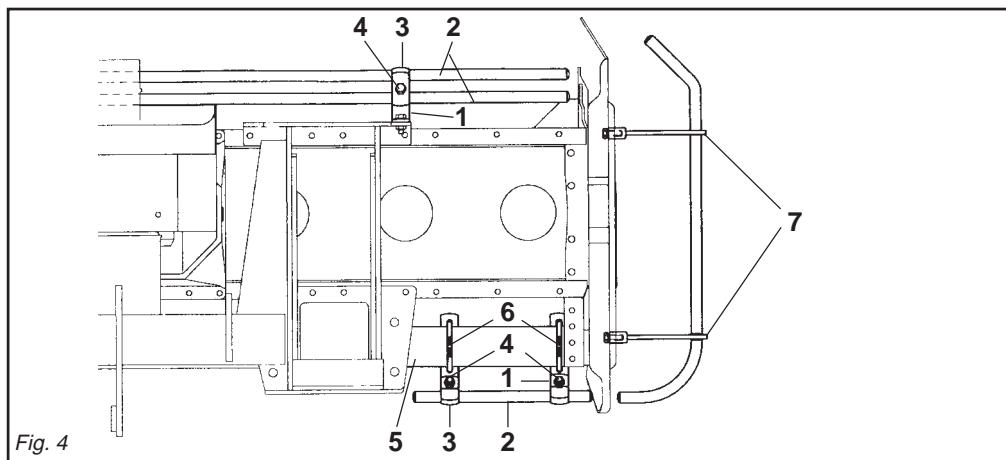

Fig. 4
- Il gruppo delle protezioni, composto dall'attacco (1 Fig. 4) che fa da fermo per i tubi (2 Fig. 4) bloccati dalla staffa (3 Fig. 4) e dalle viti (4 Fig. 4), è fissato al tubo quadro anteriore (5 Fig. 4) mediante i cavallotti (6 Fig. 4), e va posizionato uno a destra e uno a sinistra il più esternamente possibili.
- *The protection unit, consisting of the coupling (1 Fig. 4) that acts as a clamp for the pipes (2 Fig. 4) locked by the bracket (3 Fig. 4) and by the screws (4 Fig. 4), is fixed to the square front pipe (5 Fig. 4) by the U-bolts (6 Fig. 4) and should be positioned as far outwards as possible, one on the right and the other on the left.*
- Die Gruppe der Schutzvorrichtungen, die sich aus dem Anschluß (1 Abb. 4), der zur Arretierung für die Rohre (2 Abb. 4) dient, die durch den Bügel (3 Abb. 4) blockiert werden, und den Schrauben (4 Abb. 4) zusammensetzt, wird am vorderen Vierkantrohr (5 Abb. 4) mit den U-Bolzen (6 Abb. 4) befestigt. Eine davon ist rechts und eine links, so weit wie möglich außen anzubringen.
- *Le groupe des protections, comprenant l'attelage (1 Fig. 4) qui sert de butée pour les tubes (2 Fig. 4) bloqués par la bride (3 Fig. 4) et par les vis (4 Fig. 4), est fixé au tube carré avant (5 Fig. 4) par des crampons (6 Fig. 4). Positionner une protection à droite et une à gauche, le plus possible à l'extérieur.*
- El grupo de las protecciones, compuesto por la conexión (1 Fig. 4) que funciona como bloqueo de los tubos (2 Fig. 4) bloqueados a su vez por el soporte (3 Fig. 4) y por los tornillos (4 Fig. 4), está fijado en el tubo cuadrado anterior (5 Fig. 4) mediante los pernos de U (6 Fig. 4) y debe ser emplazado uno a la derecha y uno a la izquierda lo más externamente posible.
- Lateralmente, su entrambe le fiancate, vanno fissate tramite le viti le protezioni sagomate (7 Fig. 4).
- *The shaped protections should be fixed laterally with screws to both the sides (7 Fig. 4).*
- Seitlich auf den beiden Seitenteilen sind die geformten Schutzteile (7 Abb. 4) mit Schrauben zu befestigen.
- *Les protections galbées doivent être fixées latéralement, des deux côtés (7 Fig. 4) avec les vis des protections.*
- Lateralmente, sobre ambos lados, debemos fijar mediante los tornillos las protecciones molduradas (7 Fig. 4).